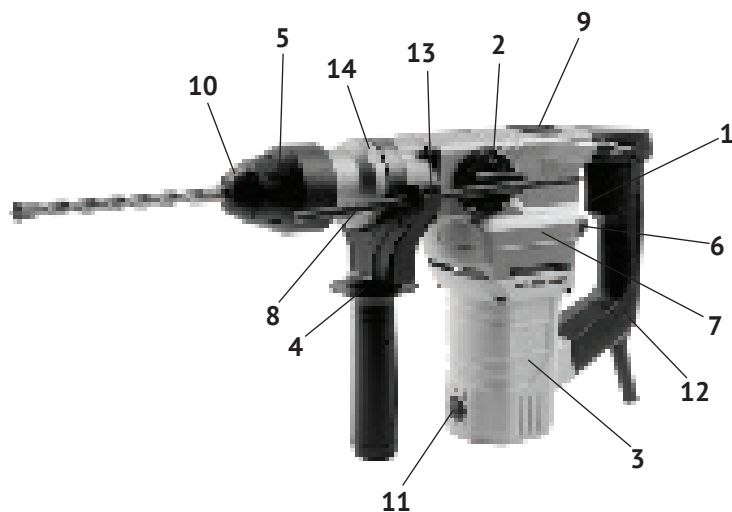

рис.1
Общий вид перфоратора представлен на рис. 1
1.5 Перфоратор состоит из вертикально расположенного коллекторного двигателя в пластиковом корпусе (рис.1 поз.3). Корпус двигателя крепится к металлическому корпусу редуктора (рис.1 поз.7), в котором расположен механизм, передающий вращательное и возвратно-поступательное движение на рабочий инструмент. К корпусу редуктора и корпусу двигателя крепится рукоятка (рис.1 поз.12), на которой расположена клавиша выключателя (рис.1 поз.1).
Крутящий момент с якоря электродвигателя через шестерни, передаётся на ствол с патроном SDS – plus (рис.1 поз.5), расположенный перпендикулярно
оси двигателя. Тип ударного механизма перфоратора - электропневматический. Эксцентриковый подшипник преобразует вращательное движение якоря в возвратно-поступательное движение поршня. С поршня ударник передаёт энергию удара на ствол с патроном SDS – plus. На корпусе редуктора слева расположен переключатель режимов (рис.1 поз.2) с фиксацией в двух режимах: «сверление с ударом» / «удар».
Дополнительная рукоятка (рис.1 поз.4) хомутом крепится на корпусе ствола (рис.1 поз.14). Фиксируется рукоятка, закручиванием по часовой стрелке, в любом положении (от 0° до 360°), что удобно пользователю, как «правше», так и «левше».
В отверстие левой части суппорта рукоятки вставляется, при необходимости, стержень-ограничитель глубины сверления (рис.1 поз.8). Он фиксируется в выбранном положении рычагом (рис.1 поз.13) на суппорте дополнительной рукоятки.
1.6 Клавиша выключателя (рис.1 поз.1) расположена в передней части рукоятки. Включение/отключение инструмента осуществляется нажатием на клавишу выключателя. Силой, приложенной к клавише, регулируется число оборотов и частота ударов перфоратора.
При замене рабочих насадок следите за тем, чтобы колпачок (рис.1 поз.10), защищающий патрон от попадания пыли, не был повреждён.
- ослабив рычаг (рис.1 поз.13), освободить отверстие в суппорте рукоятки;
- вставить стержень фиксации глубины сверления (рис.1 поз.8) в отверстие;
- включение перфоратора осуществляется нажатием на клавишу выключателя (рис.1 поз.1);
Переключателями (рис.1 поз.2 и 6) устанавливается один из 3-х режимов работы перфоратора:
- при работе в режиме «сверление без удара», переключатель (рис.1 поз.6) установить в положении «сверло», а переключатель (рис.1 поз.2) – в режим «сверло с молотком»;
- при работе в режиме «сверление с ударом», переключатель (рис.1 поз.2) в положении «сверло с молотком», переключатель (рис.1 поз.6) – в режим «сверло с молотком»;
- при работе в режиме долбление, переключатель (рис.1 поз.2) в положении «молоток», переключатель (рис.1 поз.6) – в режим «сверло с молотком».
- снять крышку (рис.1 поз.9) смазочного отверстия;
3.3 Для замены щёток необходимо, выкрутить крышки щёткодержателей (рис.1 поз.11). Вынуть использованные щётки из щёткодержателей и заменить их новыми. Щётки следует заменять парой для обеспечения равной степени их давления на коллектор якоря.